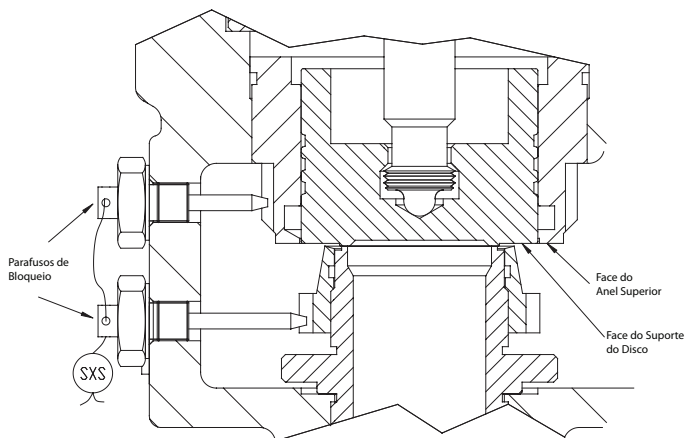

Figura 02
- As posições dos anéis de regulagem superior (07) e inferior (03) são travadas pelos respectivos parafusos de bloqueio (05) (04). Esses parafusos são rosqueados no corpo da válvula e se encaixam nos respectivos entalhes dos anéis. Para ajustar os anéis, o parafuso correspondente precisa ser removido. Para girar o anel, use uma chave de fenda inserida no orifício do parafuso de bloqueio.
2. Remova os parafusos de bloqueio dos anéis superior e inferior (05) (04).
3. Mova o anel superior (07), de modo que a face inferior fique no mesmo nível da face do suporte do disco (Figura 02).